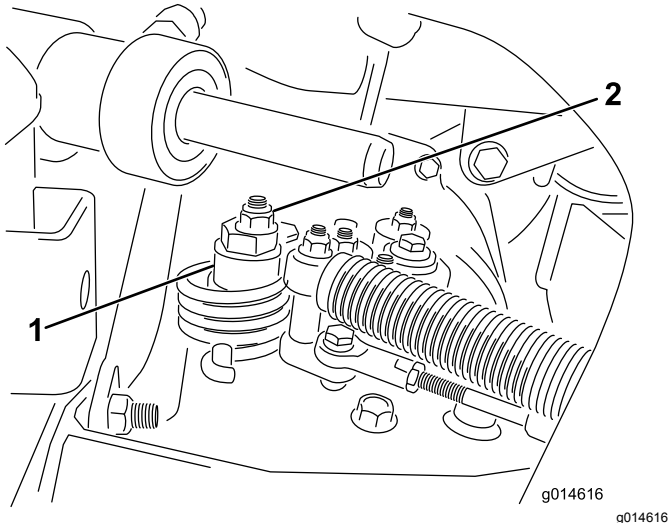

Figure 33
- A. Desserrez l'écrou de fixation de l'excentrique en haut de l'hydrostat (Figure 33).
- C. Tournez l'excentrique jusqu'à ce que la roue ne tourne plus dans aucune direction. Lorsque la roue arrête de tourner, serrez l'écrou pour bloquer l'excentrique et le réglage (Figure 33). Vérifiez le réglage avec la commande d'accélérateur en position BAS RÉGIME, puis HAUT RÉGIME.